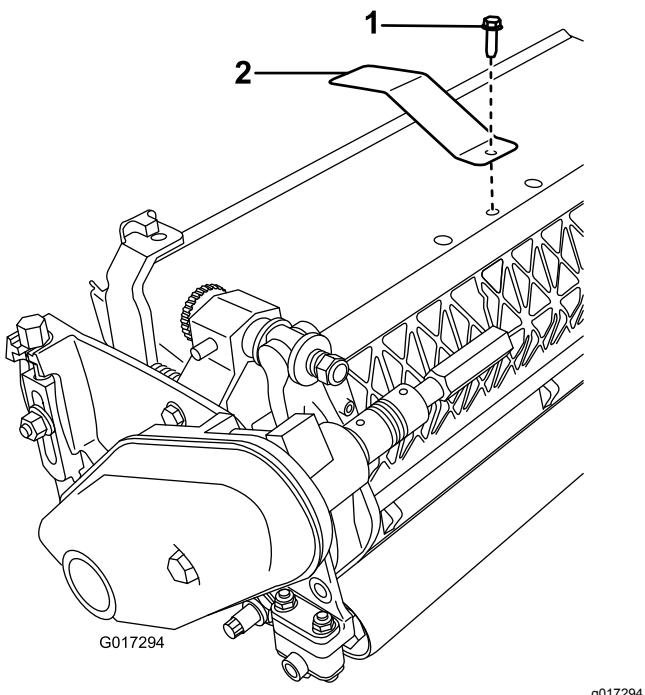

Figura 3
2. Rimuovete il bullone centrale del carter dell'erba (Figura 3).
3. Montate la piastra di misurazione sopra l'apparato di taglio con il bullone che avete rimosso in precedenza (Figura 3).